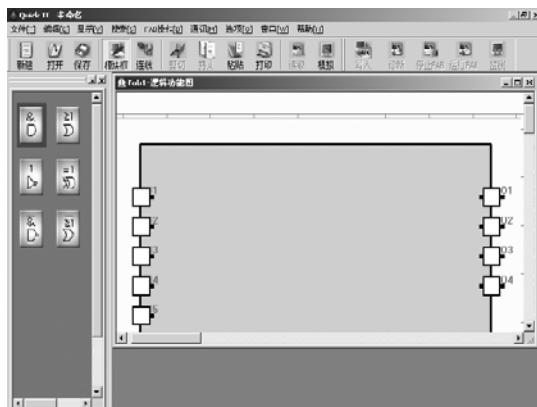

图 4.3 新文件编辑窗
3. 选择完毕控制器类型后，用鼠标左键单击OK按钮，弹出保存窗口，如图4.5所示，保存文件设置完毕，再按“保存”按钮，或者不保存按“取消”按钮，界面出现一组新的功能图编辑视窗，如图4.3所示。